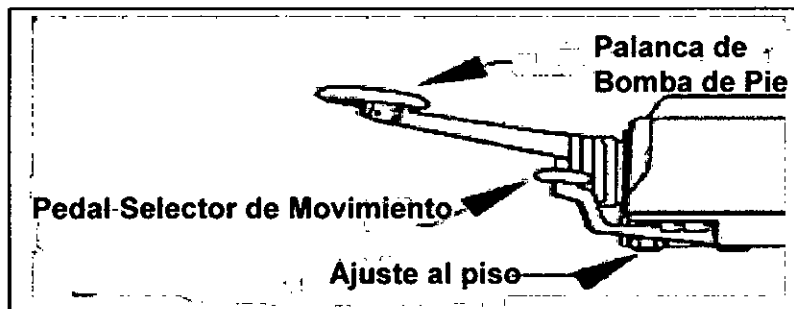

Figura 1
### 1) Ajuste de la Mesa (Ver Figura 1)
**j) Posición del Sistema de Omisión:** Desenchufe el cable de energía para evitar peligros posibles de shock. Sin ninguna energía de las baterías, sin batería o apagado el interruptor de la batería, pise la bomba de pie repetidamente (véase figura 1) hacia abajo para activar las funciones hidráulicas manualmente.